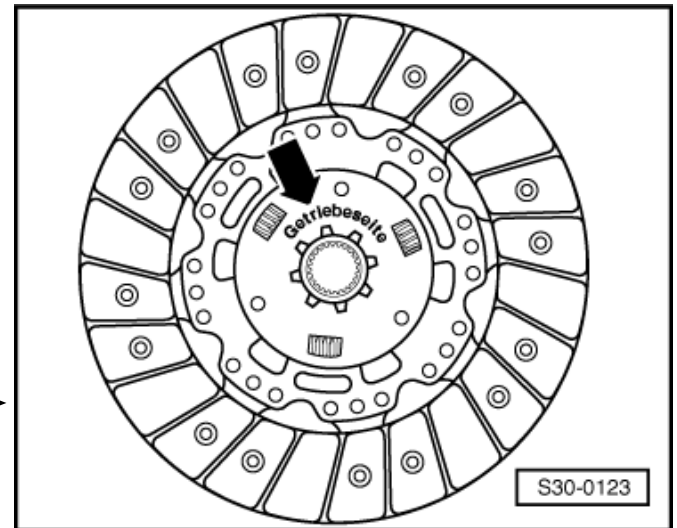

Abb. 6: Enden der Membranfedern prüfen
- ☐ Enden der Membranfedern prüfen ⇒ Abb. 6 in **30-3** Seite 7